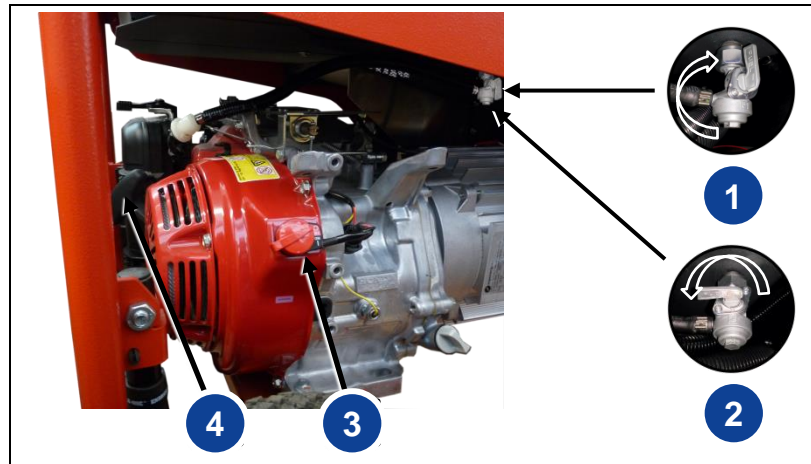

Bild 4-2: Kontroller manuell start
1. Vrid bränslekranen medurs till högsta positionen (Bild 4-2-(1)), för att öppna den.
3. Vrid motorbrytaren (Bild 4-2-(3)) till "ON I" -läget.
4. Starta motorn genom att dra kraftigt i startsnöret (Bild 4-2-(4)).
3. Vrid motorbrytaren (*Bild 4-2-(3)*) nedåt till läge "OFF".
4. Vrid bränslekranen moturs till vågrät position (*Bild 4-2-(2)*), för att stänga den.